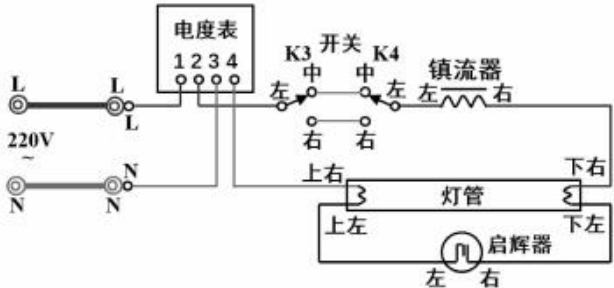

图 2 日光灯照明线路实验电路
1. 先用万用表电阻挡检测塑料铜芯软导线是否畅通，检查实训考核装置上 K1~K4 是否完好。然后,按图 2 所示的日光灯实验电路进行线路连接。